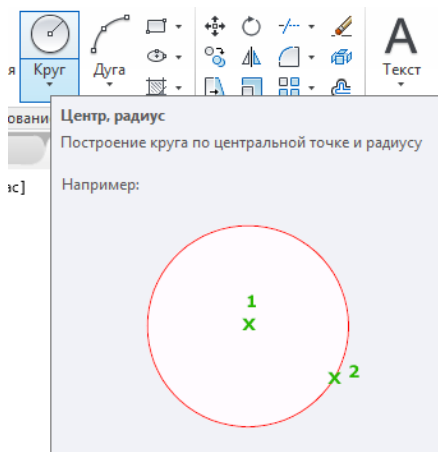
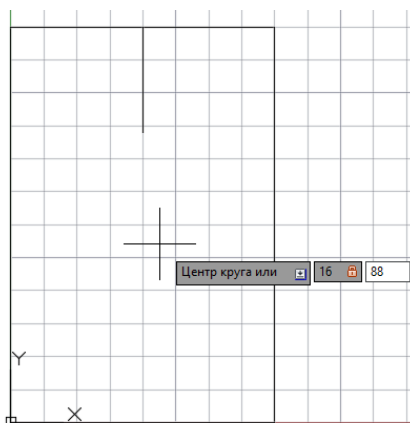

Рисунок 11 – Инструмент "Круг"
Рисунок 12 – Ввод начальных координат для построения окружности
3.6 В ленте (меню) выбираем инструмент "Круг" (рисунок 11). Задаем начальные координаты: по оси X=16, по оси Y=88 (рисунок 12). Строим окружность радиусом 24 мм.